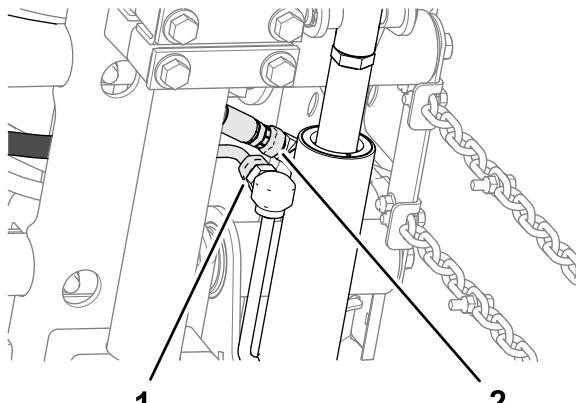

Bild 14
- Legen Sie ein Distanzstück zwischen der Trägerplatte und der Montageplatte ein (Bild 14) und befestigen Sie die Platten und das Distanzstück lose mit einer Schlossschraube (3/8" x 1 1/4") und einer Sicherungsbundmutter (3/8").